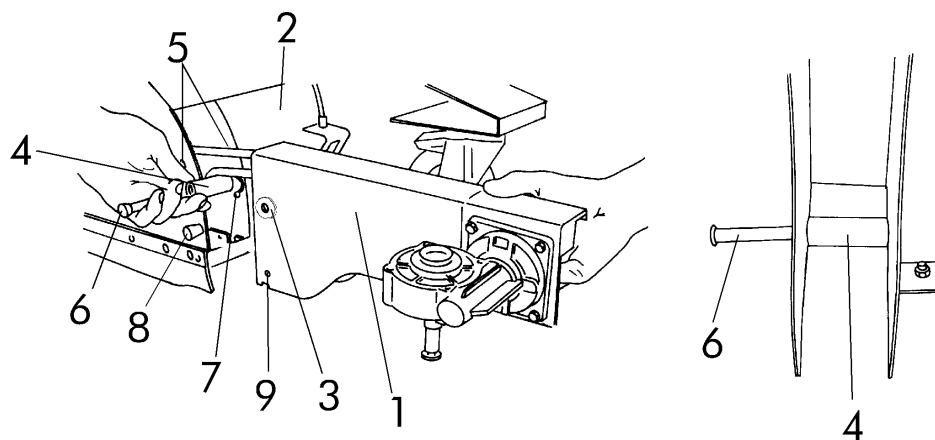

fig. 3a
- Inserte el soporte del cepillo trasero (1 fig. 3a) en el asiento del chasis (2 fig. 3a) prestando atención a que no pierdan su posición original.
- Alinee los orificios 3 (fig. 3a) con los orificios 5 (fig. 3a) de la cubierta, e inserte los pernos de acción 4 (fig. 3a) en el interior del soporte del cepillo como se muestra en la fig.
- Introduzca el pivote 6 (fig. 3a), apretando con la llave de tubo 7 (fig. 3a) aceptando la cámara central del cepillo.